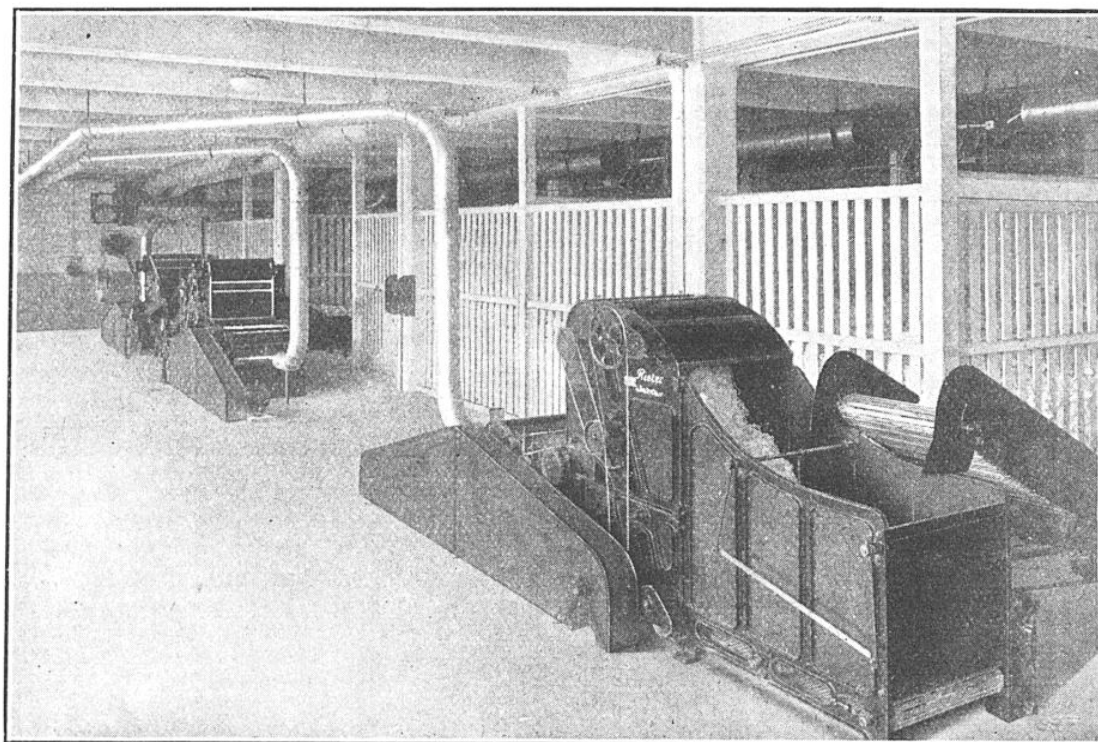

FIG. 5. — L'INDUSTRIE DU COTON S'EST, ELLE AUSSI, ADAPTÉE : VOICI UNE INSTALLATION ULTRA-MODERNE DE LA PRÉPARATION D'UNE « MÈCHE » DE COTON
*Le transport pneumatique (voir fig. 5) amène le coton à cette machine, où les fibres finissent d'être agglutinées par une série de passages entre des rouleaux à picots, puis par des battages par des lattes en bois tournant jusqu'à 1.400 tours-minute. De cette façon, les impuretés (pailles, poussières) se trouvent violemment séparées du coton. A la sortie de cette machine, qui est à l'heure actuelle une des plus perfectionnées, des rouleaux compresseurs forment une « nappe » continue de coton analogue à de l'ovate.*